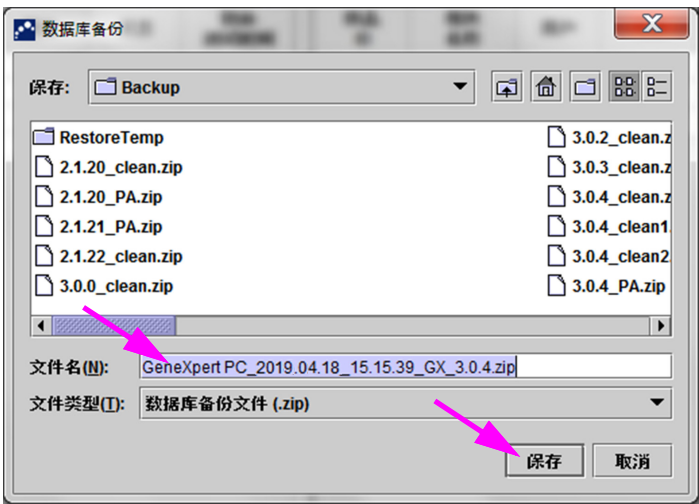

图 5-74. 备份文件命名
- 3. 找到并选择要用于存储备份文件的文件夹，为备份文件键入名称（或使用默认文件名），然后单击**保存**。备份进程会在指定的位置创建 .zip 文件（参见图 5-74）。